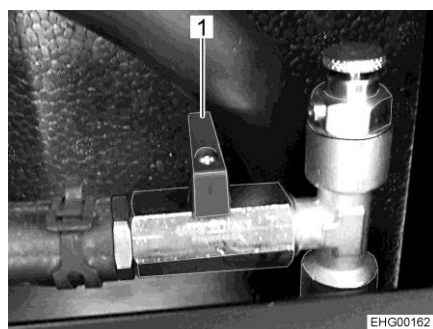

Fig. 168 Rubinetto a sfera (chiuso)
- Posizionare la leva (Fig. 168,1) verticalmente rispetto alla tubazione.